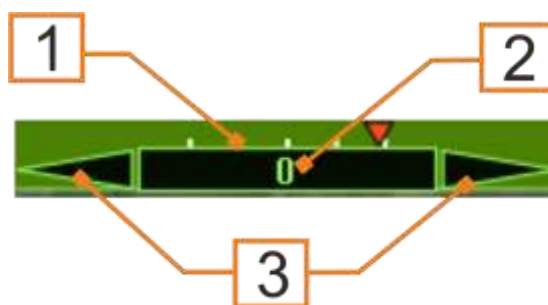

Рисунок 94 – Элементы контроля и управления направлением полета БВС
10.4 Сектор контроля и управления направлением полета (Рисунок 94) включает в себя следующие элементы:
– шкала курса (Рисунок 94 поз. 1) предназначена для графического отображения относительной разности (больше или меньше) между заданным
– индикатор текущего курса (Рисунок 94 поз. 2) отображает текущий курс БВС в градусах.
– стрелки изменения курса (Рисунок 94 поз. 3) для изменения курса в полуавтоматическом режиме полета.